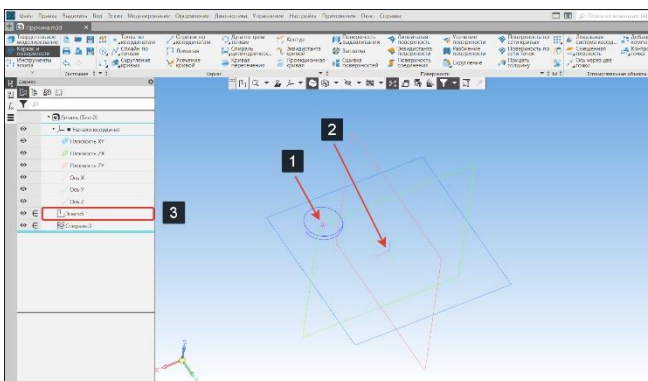
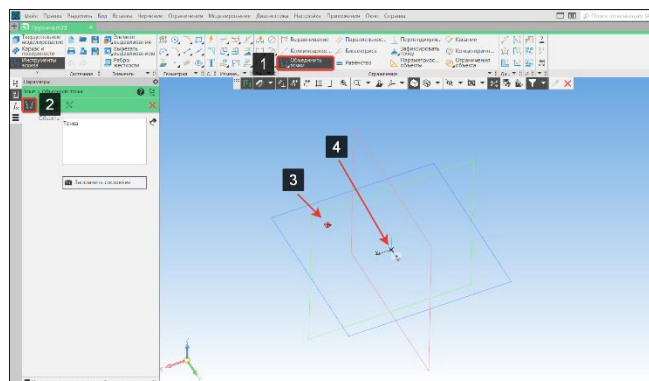

Рисунок 173 – Цилиндрическая спираль
Рисунок 174 – Объединение точек
- Центр цилиндрической спирали (1) не привязан к началу координат (2), что может неблагоприятно сказаться на дальнейшем построении трехмерной модели. Для привязки необходимо взять на редактирование эскиз цилиндрической спирали (3) (Рисунок 173); Объединим центр цилиндрической спирали (3) с началом координат (4) используя команду Объединить точки (1), подоперация объединить точки (2) (Рисунок 174);